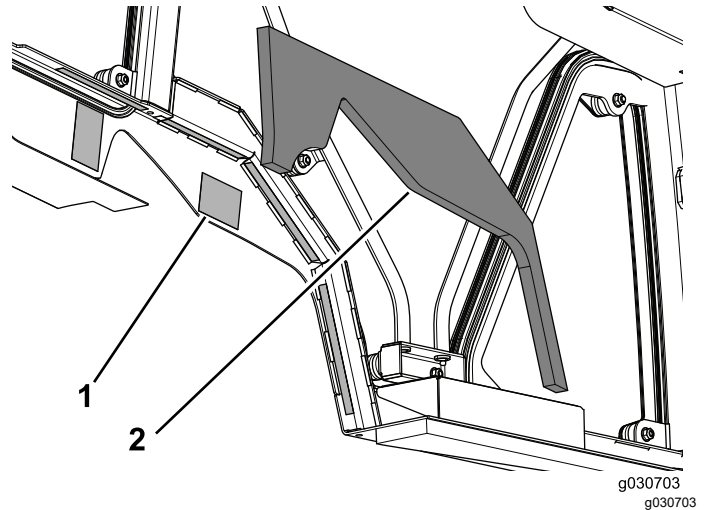

Bild 15
3. Entfernen Sie das Trägermaterial aus Papier vom doppelseitigen Band an beiden Seiten der Kabine (Bild 15).
4. Bringen Sie den linken Behälterschaumstoff an der Kabine an (Bild 15).